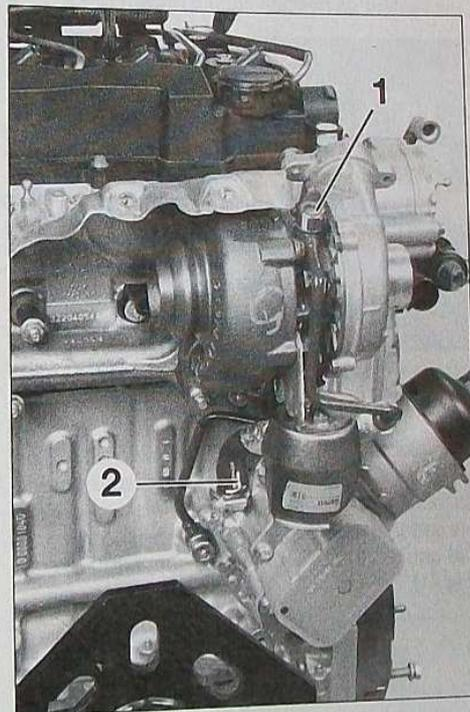
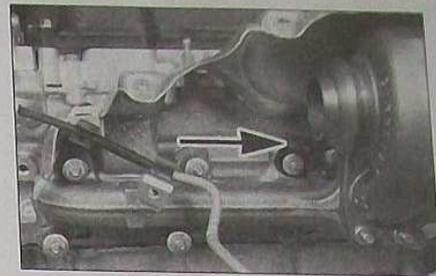

FIG. 33
FIG. 34
- le raccord d'alimentation en huile du turbocompresseur (1) (Fig.33).
- le raccord de retour d'huile du turbocompresseur (2).
- la patte de renfort (Fig.34).